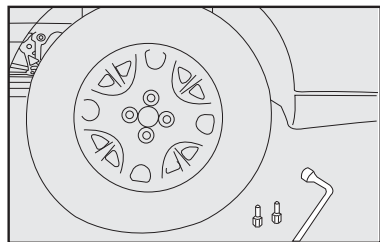

fig. 22
10) Apertar os parafusos utilizando a chave de roda específica **fig. 22**;